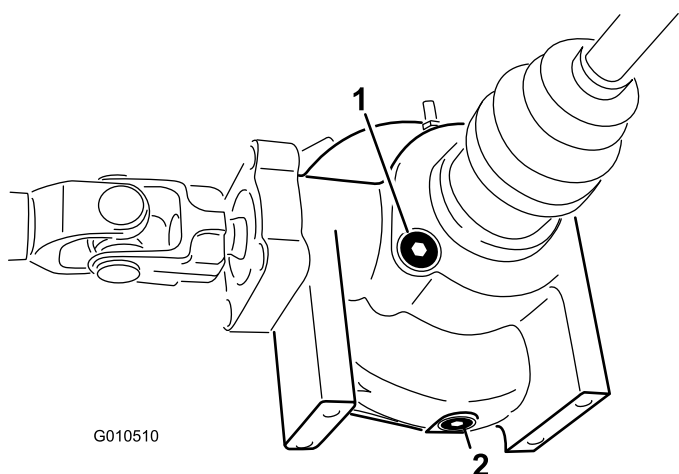

Рисунок 50
2. Очистите область вокруг сливной пробки на боковой стороне дифференциала (Рисунок 50). Подставьте под сливную пробку сливной поддон.